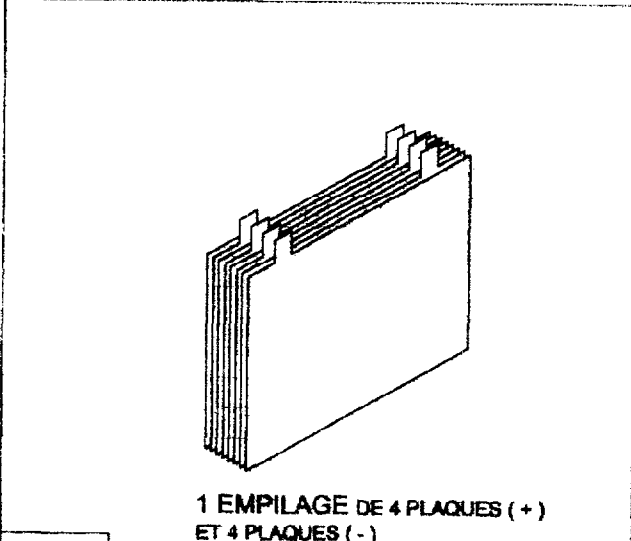

Figure 2
- > Les plaques (-) et (+) sont empilées alternativement par groupe de 8 [4(+) et 4 (-)] (voir figure 2).